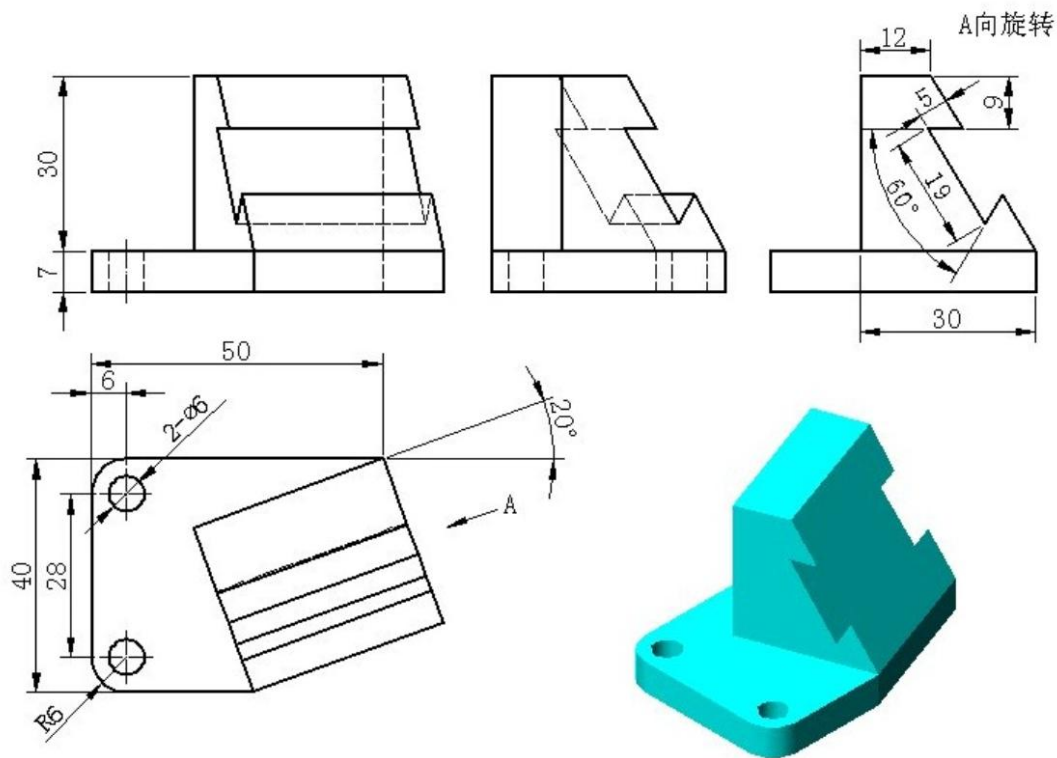

图 J1-7 三维零件 7
①在盘下建立考生文件夹，文件夹名称为“场次-工位号”，所有文件必须保存在考生文件夹中，否则记零分；
②文件名称为“J1-7”，保存在考生文件夹中；
③根据图 J1-7 所示尺寸完成三维建模；
④隐藏草图和创建的基准平面；
⑤考试过程中注意保存，考核结束时考试应立即停止操作，不得关闭电脑，离开考场。